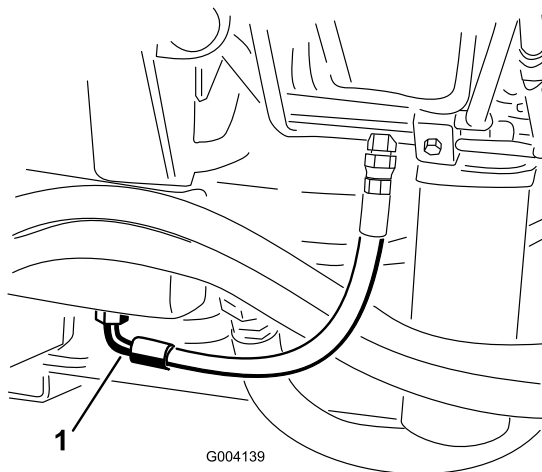

Figure 68
2. Placez un grand bac de vidange sous le raccord monté au bas du réservoir de liquide hydraulique (Figure 68).